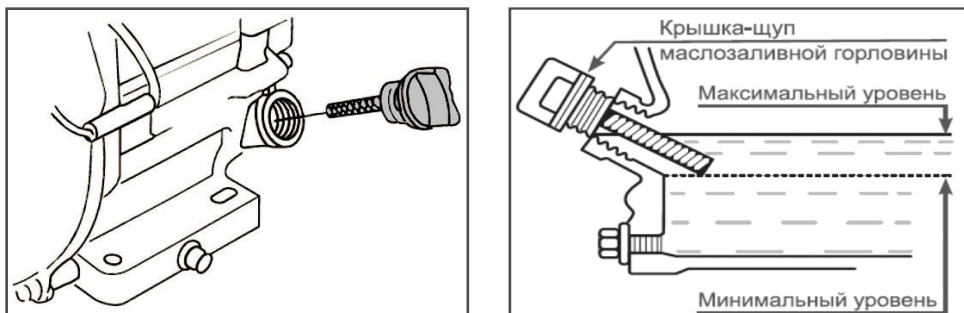

Рис. 11
• Отверните крышку маслоналивной горловины (Рис. 11) из картера двигателя, достаньте щуп.
ВНИМАНИЕ! Максимальный уровень масла в картере соответствует нижней кромке заливного отверстия (Рис. 11)
3. Залейте бензин в топливный бак при помощи специальной емкости или воронки до уровня, показанного на Рис. 11